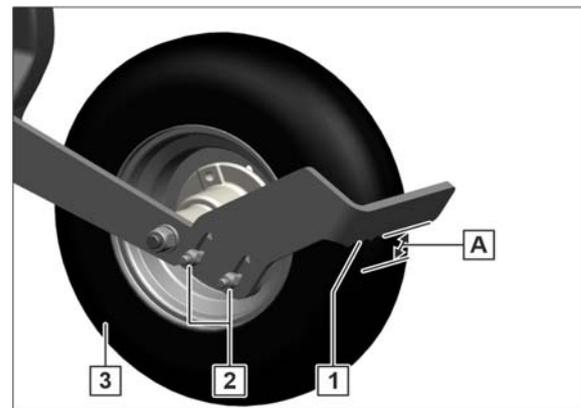

Fig. 178
1. Muttern (Fig 178/2) lösen.
2. Abstreifer am Griff (Fig 178/1) auf einen Abstand (Fig 178/A) von 5 mm zur Andruckrolle einstellen.
3. Abstand durch Rotieren der Andruckrolle (Fig 178/3) prüfen.